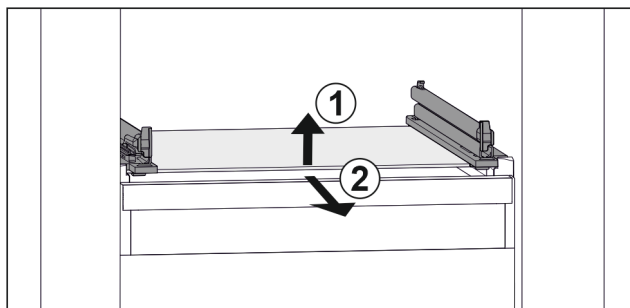

Fig. 32 Exemple de représentation de la tablette en verre
- Soulever la tablette en verre par l'avant. Fig. 32 (1)
- Retirer la tablette en verre par l'avant. Fig. 32 (2)